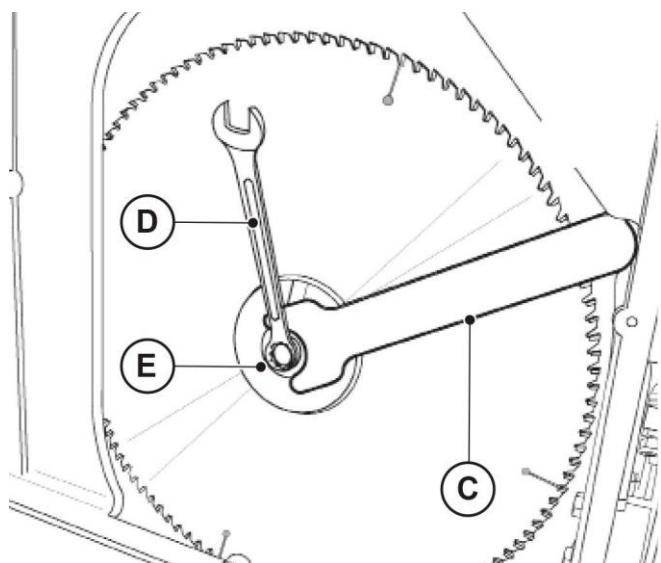
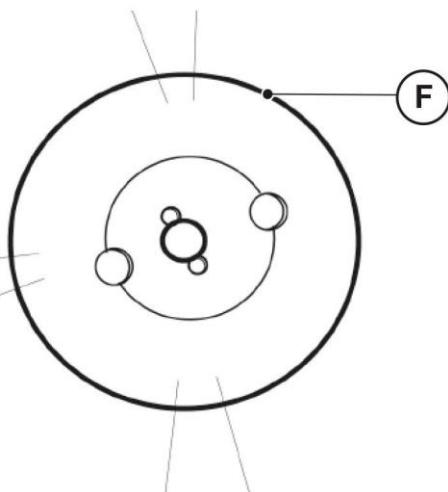

Fig. 09-09
Fig. 09-10
- Com uma das ferramentas fornecidas "C", fixar a flange introduzindo os 2 pinos da ferramenta nos respectivos orifícios e com a outra ferramenta "D" retirar o parafuso de fixação "E", rodando-o no sentido contrário ao dos ponteiros do relógio para a cabeça fixa e no sentido dos ponteiros do relógio para a cabeça móvel (Fig. 09-09).
- Retirar manualmente a flange "F" do veio de transmissão (Fig. 09-10).
Depois de posicionar a lâmina no eixo, colocar a flange "F" (Fig. 09-10) à mão, depois de a lubrificar adequadamente, e voltar a colocar a porca de fixação "E" (Fig. 09-09) (binário de aperto = 35 Nm).